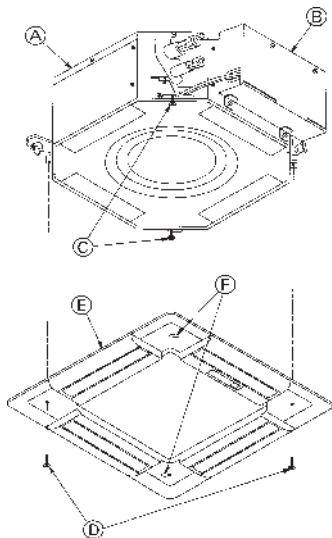

Fig. 5-6
5.3.2. Временная установка вентиляционной решетки (Fig. 5-6)